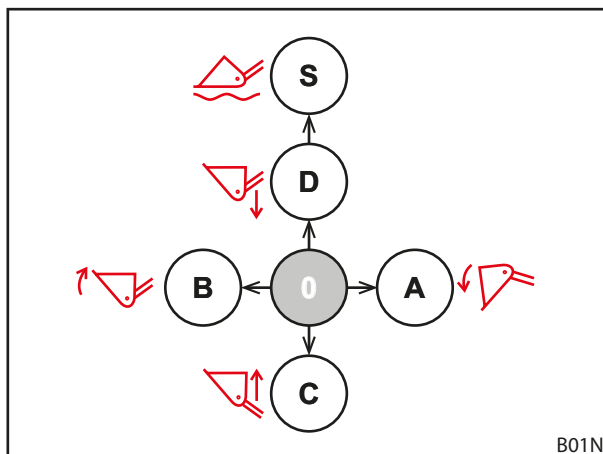
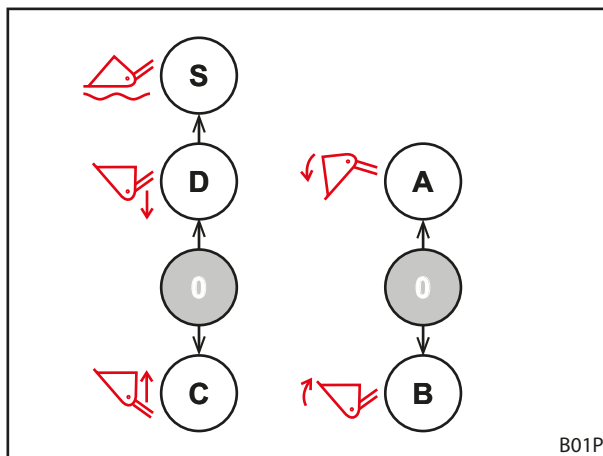

Fig. 50 Beläggning vid en manöverspak
Fig. 51 Beläggning för 2 manöverspakar
Bilderna visar beläggningen för en (1) manöverspak (se Fig. 50) och två (2) manöverspakar (se Fig. 51) sett uppifrån.